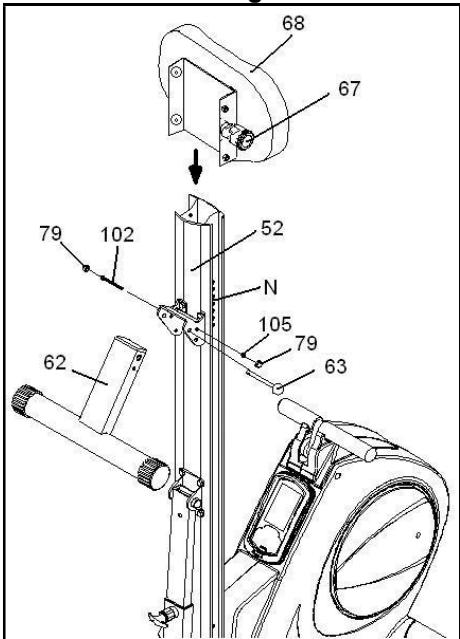

Fig.7
Suelte el tope de sillín (54) Fig.7 y una vez montado el sillín introduzcalo en el carril de aluminio como le muestra
Coloque el tornillo de tope de sillín (54) soltado anteriormente e introduzca el tapón embellecedor (55) como le muestra la Fig.7.